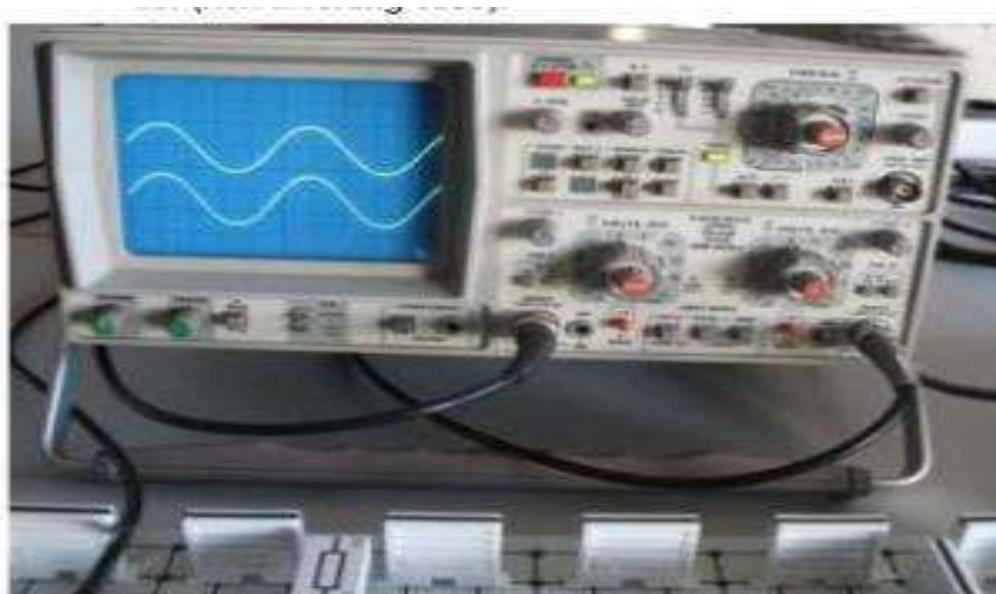

Рис.10.4. Входной(верхний) и выходной (нижний) сигналы операционного усилителя (не инвертирующий операционный усилитель).
- При комбинации резисторов  $R_1 = 1$  кОм и  $R_2 = 100$  кОм измерьте напряжение  $U_1$  и  $U_A$  (рис.10.4).